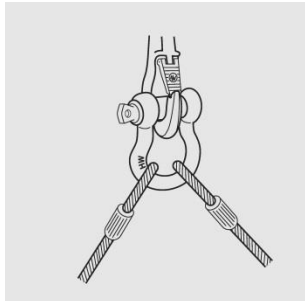

Bild 5: Richtig
- » Werden zwei Anschlagmittel mit einem Kranhaken verbunden, sollte dafür ein geschweifeter Schäkkel verwendet werden (siehe auch Bild 5).